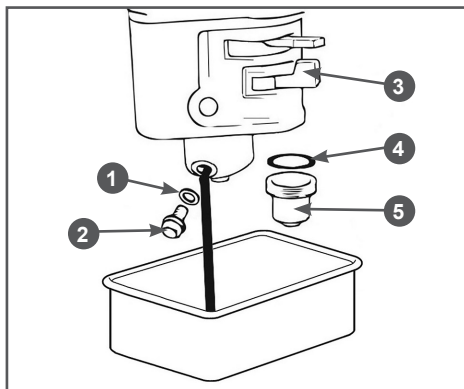

Рис. 24 Обслуживание карбюратора
1. Установите под карбюратор подходящую емкость (Рис. 24).
2. Установите рычаг топливного крана 3 в положение «ЗАКРЫТО» (Рис. 24).
3. Открутите болт 2 сливного отверстия и слейте топливо из поплавковой камеры карбюратора в приготовленную для этого емкость (Рис. 24).
4. Открутите стакан отстойника 5, вылейте из него топливо в заранее подготовленную емкость (Рис. 24).
- Слейте топливо из карбюратора (Рис. 24) или выработайте топливо в карбюраторе.